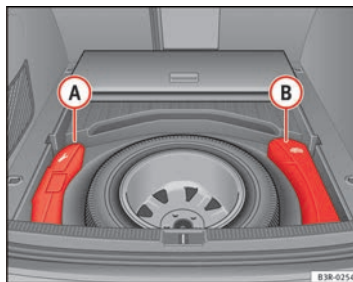

Fig. 194 Caja de las herramientas y gato
La herramienta de a bordo (A) y el gato (B) ⇒ fig. 194 para vehículos con rueda de repuesto y para vehículos con juego para reparación de neumáticos se encuentran en el maletero, debajo de la superficie de carga.